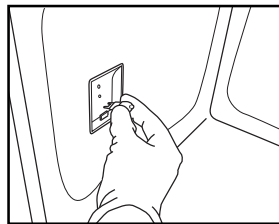

Fig. 8
4. Remplacez l'ampoule brûlée par une ampoule neuve (voir Remarque pour connaître le type) (Fig. 8).